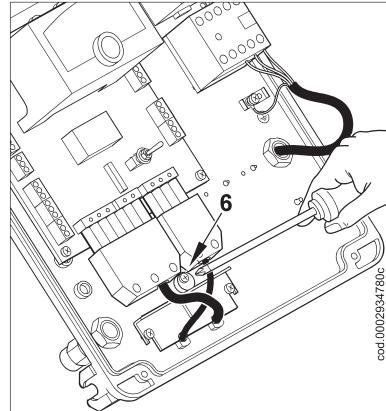

Рисунок 3
- 3) Поместите кабельный зажим, как указано на рис. 3. Поверните эксцентрик (6) так, чтобы пластинка зажима оказала должное давление на два кабеля, теперь можно затянуть винты, фиксирующие пластинку зажима. Соедините два разъема: 7-штырьковый и 4-штырьковый.
- 5) Для правильного расположения прозрачного окошка на щите поступайте в соответствии с рисунком 5: поместите крюки в соответствующие гнезда (9), продвиньте окошко в направлении, указанном стрелкой, пока не услышите легкий щелчок. Теперь обеспечено должное уплотнение.